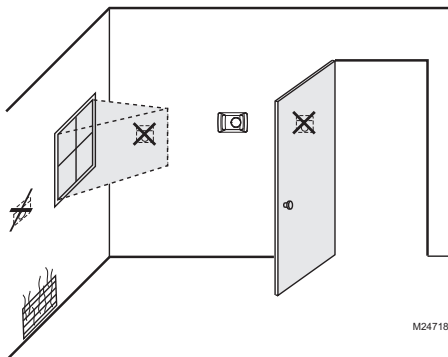

**Fig. 5. Amener le fil jusqu'à l'emplacement de montage.**
3. Amener un fil double basse tension pour ventilateur jusqu'à l'emplacement de montage sur la gaine. Voir la Fig. 5.
3. Amener un fil double basse tension pour ventilateur jusqu'à l'emplacement de montage dans la pièce. Voir la Fig. 5.